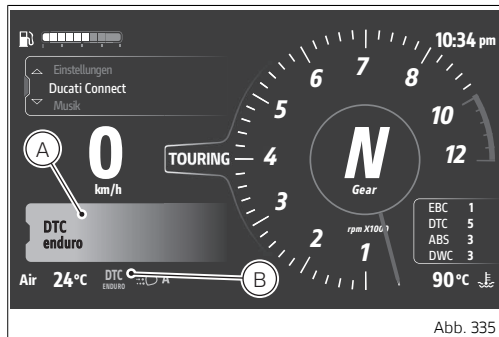
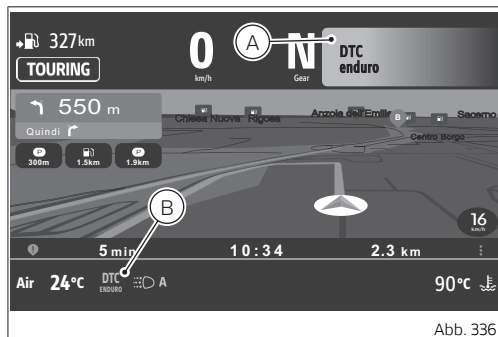

Abb. 335
Abb. 336
Die Warnungen oder aktiven Alarmer werden in 2 Formaten angezeigt: groß (A) und klein (B). In diesen Abbildungen werden die jeweiligen Positionen auf der Hauptseite (Abb. 335 S.332) und auf der Seite Ducati Connect (Abb. 336 S.332) angegeben. In den folgenden Abbildungen sind die Warnungen links in Großformat und rechts im kleinen Format dargestellt.